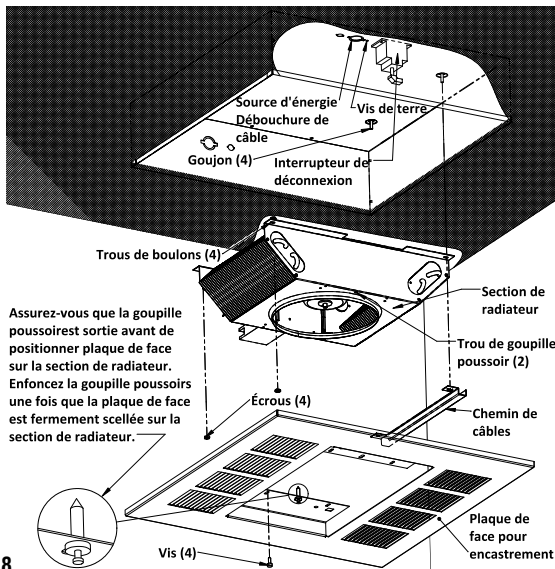

Figure 8
12. Positionnez la section de radiateur par-dessus les goujons du boîtier de montage encastré (Figure 8).
13. Poussez la section chauffante sur les goujons et serrez fermement les deux écrous (fournis) sur les goujons pour fixer la moitié de la section chauffante opposée aux fils gainés au boîtier de montage encastré. Poussez la conduite sur les goujons en vous assurant que les fils gainés sont dans la conduite, puis serrez fermement les deux écrous (fournis) sur les goujons pour fixer la conduite et l'autre moitié de l'appareil de chauffage au boîtier de montage encastré (Figure 8).
15. Enlevez la plaque de face pour encastrement (Figure 8) du carton contenant l'enceinte de montage encastré, de type FIE-REB-N or FIE-REBNW-W.
18. Installez et serrez bien quatre vis (fournies) pour retenir la plaque de face pour encastrement avec la section de radiateur (Figure 8).